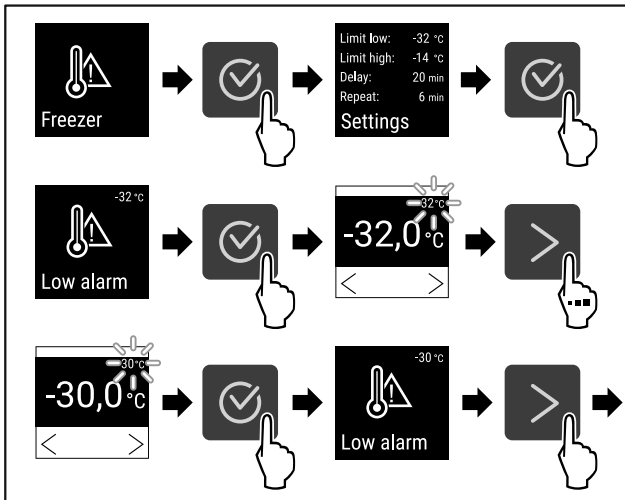

Fig. 131
- ▶ Suivre les étapes (voir Fig. 131).